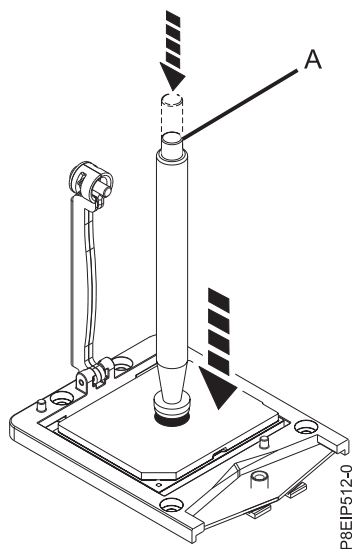

Figure 66. Abaissement de l'outil de retrait sur le module processeur système
7. Abaissez le stylet d'aspiration sur le module processeur système à installer. Appuyez à fond sur le haut du stylet (A) et maintenez le stylet au centre du module processeur comme indiqué dans la figure 66. Relâchez le haut du stylet pour fixer ce dernier sur le module processeur.